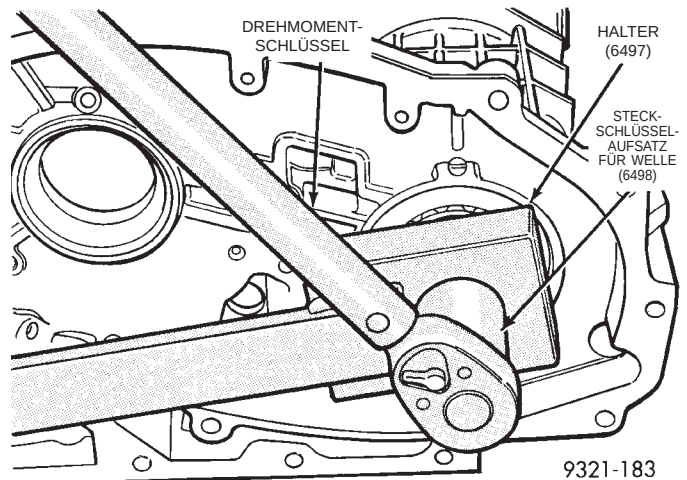

Abb. 331 Zwischenwellenmutter aufschrauben
(44) Neue Zwischenwellenmutter aufschrauben (Abb. 331). Die Mutter mit 271 N·m (200 ft. lbs.) anziehen. Zum Anziehen der Mutter die Spezialwerkzeuge 6497 und 6498 verwenden.